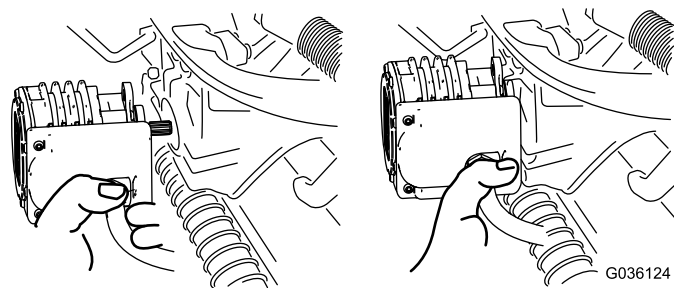

図 56
4. 外したモータは、サスペンションアームの前部にある一時保管位置にセットしておく **図 56**。